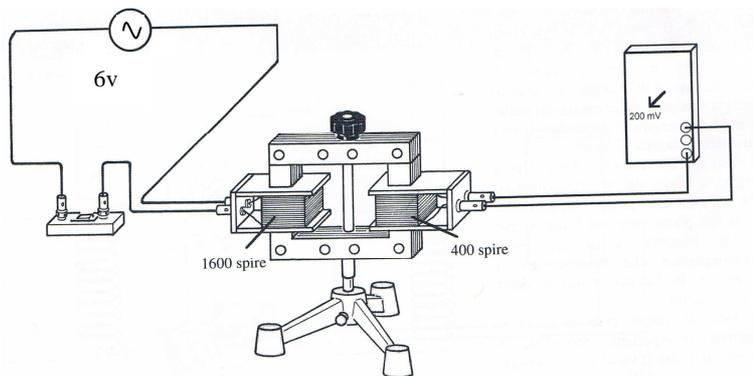

Figure VI.4: Montage expérimental pour la réalisation d'un transformateur
- Réaliser le circuit suivant (Figure VI.4) :